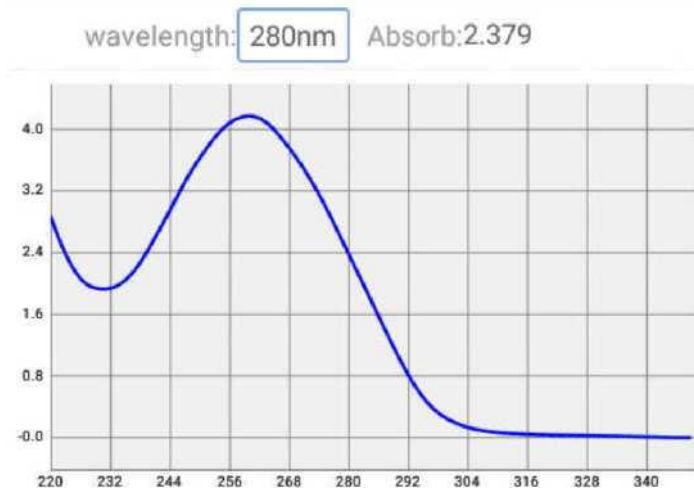

Рис. 4.12. Кривая детектирования белка
4) Нажмите, чтобы ввести длину волны, после чего будет отображена соответствующая оптическая плотность в соответствии с рис. 4.12.